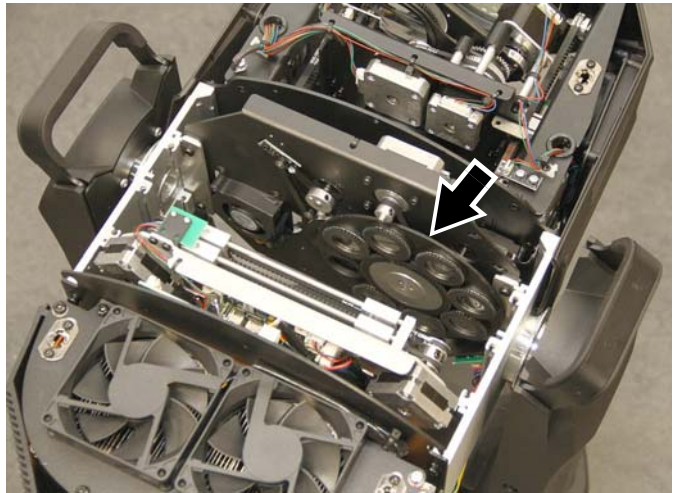

Figure 17: Roue de Gobo 3
2. Démontez la roue de gobos 1 comme décrit précédemment dans ce chapitre. Voir Figure 17. La roue de gobos 3 est désormais accessible (repère ci-contre) sans avoir à démonter la roue de l'appareil.